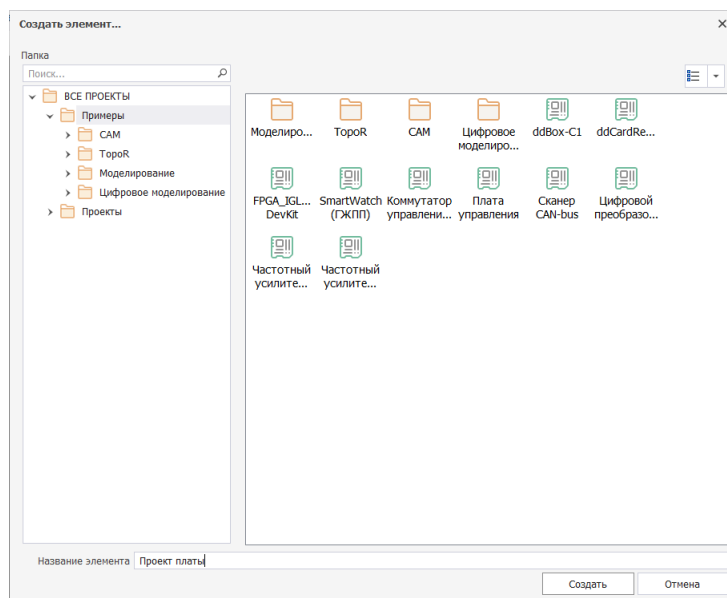

Рис. 22 Выбор директории
4. Выберите папку, в которой будет создан проект, и нажмите «Создать», Рис. 22.